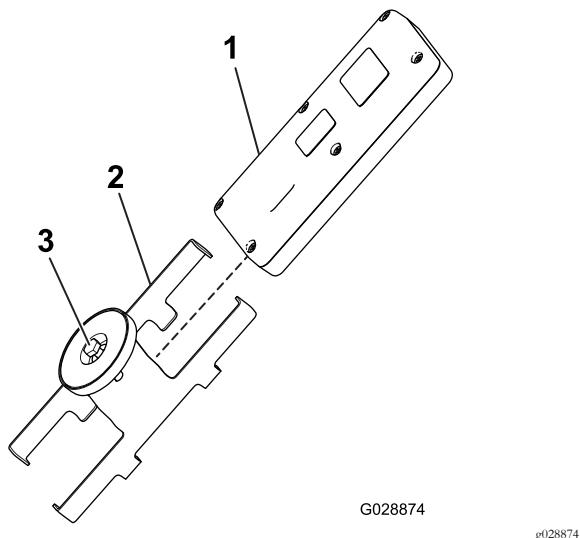

Bild 25
1. Lockern Sie die Schraube an der magnetischen Halterung für die Fernbedienung (Bild 25).
2. Schieben Sie die Halterungsseiten auseinander und entfernen Sie die Fernbedienung (Bild 25).
8. Setzen Sie die Handfernbedienung in die magnetische Halterung für die Fernbedienung ein; schieben Sie die Hälften zusammen, um die Fernbedienung zu befestigen und ziehen Sie die Schraube im Magneten an (Bild 25).